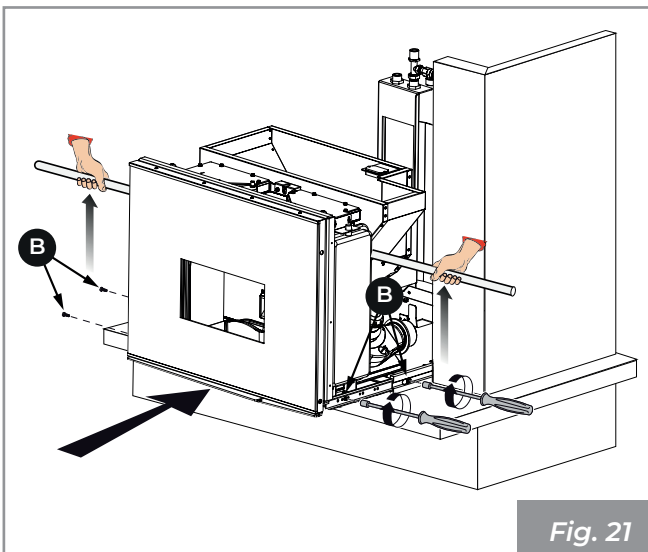

Fig. 21
- vuelva a montar la estufa en las guías telescópicas y fíjela con los 4 tornillos (B - **Fig. 21**)